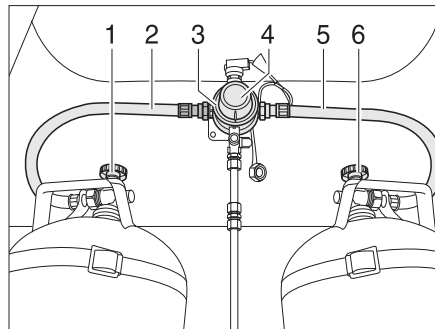
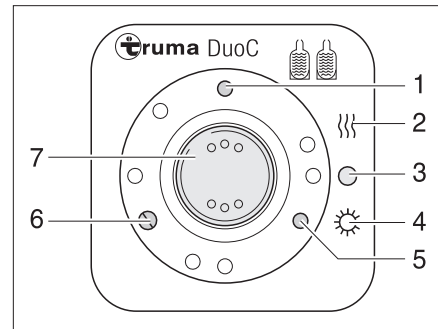

Fig. 187 Instalación de conmutación DuoControl
Fig. 188 Unidad de mando
La instalación de conmutación DuoControl se compone de una válvula selectora (Fig. 187,3) y la unidad de mando (Fig. 188). La válvula selectora está montada entre las gomas del gas (Fig. 187,2 y 5). Con el botón giratorio (Fig. 187,4) en la válvula selectora se puede determinar cuál de las bombonas de gas se utilizará como bombona de servicio y cuál bombona de gas como bombona de reserva.
En la unidad de mando (Fig. 188) únicamente pueden conmutarse las funciones eléctricas. Las llaves de paso principales de las bombonas de gas (Fig. 187,1 y 6) deben abrirse a mano.
La válvula selectora garantiza una presión de gas constante independientemente de cuál sea la bombona de gas que suministre el gas. Las dos luces de control en la unidad de mando indican el nivel de llenado de la bombona de servicio. Al estar encendida la luz de control verde (Fig. 188,6), estará llena la bombona de servicio. Al estar encendida la luz de control roja (Fig. 188,5), estará vacía la bombona de servicio. Entonces, el suministro de gas se realizará a través de la bombona de reserva.
- Abrir las llaves de paso principales en las bombonas de gas (Fig. 187,1 y 6).
- Con el botón giratorio (Fig. 187,4) en la válvula selectora (Fig. 187,3), seleccionar la bombona de gas de la que habrá de tomarse el gas principalmente (bombona de servicio).
- Conectar la instalación de conmutación DuoControl en la unidad de mando (Fig. 188).
Para ello, ajustar el interruptor basculante (Fig. 188,7) en modo de invierno "On y calentar" (Fig. 188,2) o en modo de verano "On" (Fig. 188,4). Ahora, estará purgada de aire la válvula selectora. La luz de control amarilla (Fig. 188,1) estará encendida al haber seleccionado el modo de invierno y estando conectado el deshelador de regulador.
- Poner el interruptor basculante (Fig. 188,7) en "O" (Fig. 188,3). La luz de control amarilla (Fig. 188,1) se apaga.
- Cerrar las llaves de paso principales en las bombonas de gas (Fig. 187,1 y 6).
Las luces de control en la unidad de mando (Fig. 188,5 y 6) señalizan en el interior del vehículo si la bombona de servicio está dispuesta para el funcionamiento.
En caso de que luz de control verde (Fig. 188,6) se apague durante el servicio y se encienda la luz de control roja (Fig. 188,5), estará vacía la bombona de gas seleccionada como bombona de servicio y deberá ser cambiada. La bombona de reserva seguirá suministrando gas a los consumidores de gas.